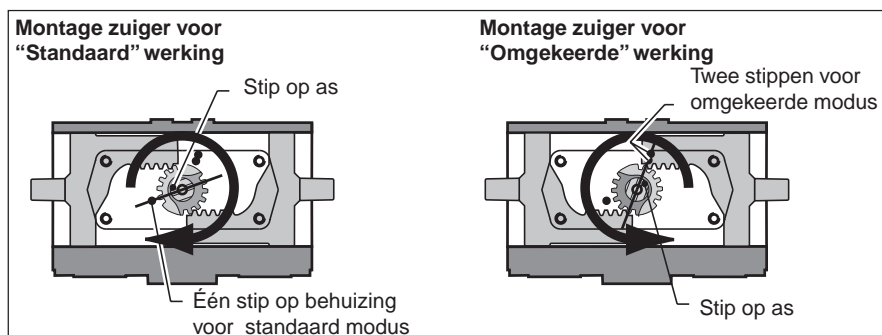

Fig. 6 Uittlijning rondsel
De standaard rotatie is met de klok mee, waarbij de zuigers naar elkaar toe bewegen (gezien vanaf boven de gleuf op de bovenkant van het rondsel, zie Fig. 6).
10.3.1 Kloksgewijze rotatie (zuigers die naar binnen bewegen, zie Fig. 6).
- Vet alle groeven, het tandprofiel van de zuigers, en de O-ringen van de zuigers (4) lichtelijk in en plaats de O-ring (4) en de slijtring (3) op de zuiger.
- Plaats het lagerblok (10) op de achterkant van de zuiger.
10.3.2 Rotatie tegen de klok in (zuigers die naar binnen bewegen, Fig. 6).
- 3 Voer de juiste HYTORK-retractorstang door de eindkap (Fig.6) en schroef deze in - Voor XL 26 tot XL681 de zuigers (20) - Voor XL 1126 tot XL4581 de retractorplaat.
- 7 Wanneer de deksels zich op hun plaats bevinden en de SAFEKEYS goed bevestigd zijn, verwijdert u de HYTORK-retractorstangen en vervangt u de afdichtbouten (28) en de afdichtingen (29).